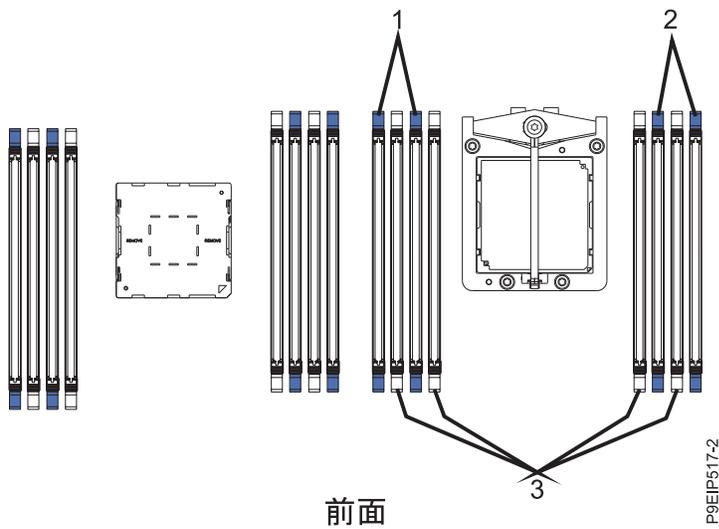

図 14. シングル・プロセッサの差し込み順序
- シングル・プロセッサ・システムの場合は、19 ページの表 3 および 19 ページの図 14 を使用してください。